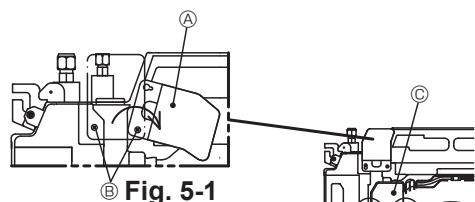

Fig. 5-1
- 1. Desserrez les deux vis fixant le panneau de service du câblage électrique au niveau de l'entrée de câble (câble d'alimentation) puis tournez le panneau dans la position indiquée sur le diagramme. (Fig. 5-1)